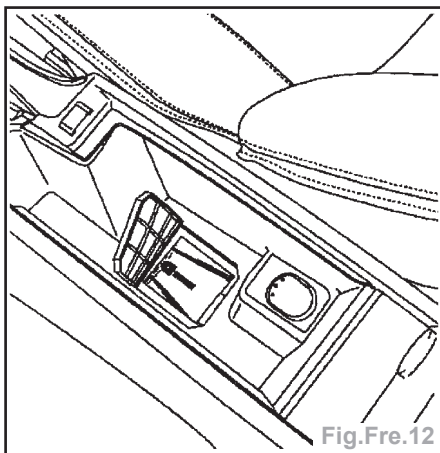

Fig.Fre.12
- Dans l'accoudoir central, relever la trappe de réglage et régler l'écrou de levier de frein (Fig.Fre.12).